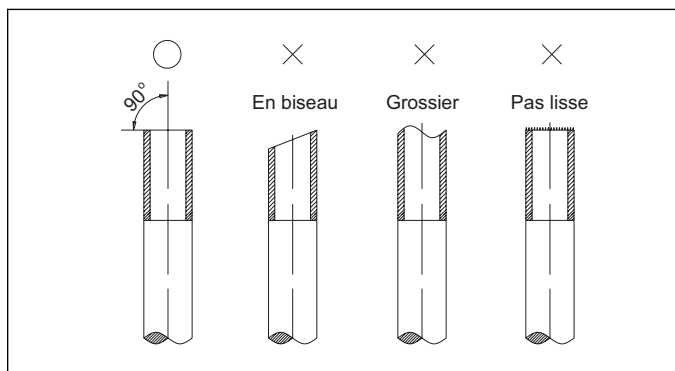

Figure 24. Coupe des conduites
4. Couper les conduites avec un coupe-tube. Les coupes doivent être plates et lisses comme illustrées à la «Figure 24. Coupe des conduites».